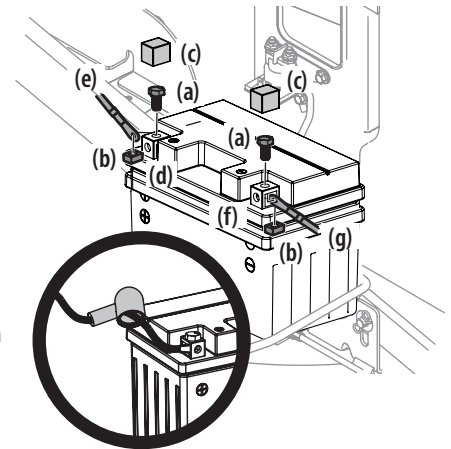

Figura 18
1. Extraiga los tornillos hexagonales (a) y las tuercas cuadradas (b) situados en el extremo del arnés de cables o en la bolsa que acompaña a este manual. Guarde los herrajes para uso posterior. Consulte la Figura 18.
2. Retire la cubierta plástica (c), si está presente, del borne positivo de la batería (d) y una el cable rojo (e) al borne positivo de la batería (b) utilizando uno de los tornillos hexagonales (a) y las tuercas cuadradas (b) que se extrajeron en el paso 1. Use un destornillador Philips. Consulte la Figura 18.
3. Retire la cubierta plástica (c), si está presente, del borne negativo de la batería (f) y una el cable negro (g) al borne negativo de la batería (f) utilizando el tornillo hexagonal restante (a) y la tuerca cuadrada (b). Consulte la Figura 18.
4. Coloque el capuchón de caucho rojo por encima del borne positivo de la batería para protegerlo contra la corrosión. Consulte el inserto en Figura 18.